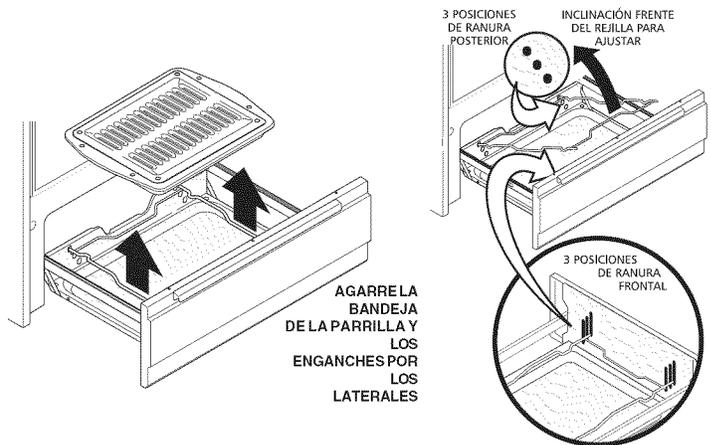

Fig. 2
4. Coloque la rejilla inclinando la parte delantera hacia arriba y sacándola de los agujeros de ubicación de la parte de atrás del cajón de la parrilla. Vuelva a poner la parte de atrás de la rejilla en su sitio en los agujeros de ubicación deseados y deje que la parte delantera se deslice hacia abajo en las ranuras correspondientes delante del cajón de la parrilla (consulte la fig. 2).